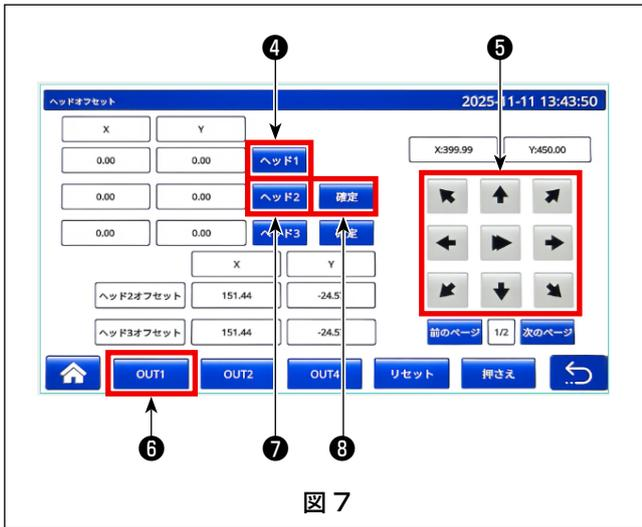

図 7
6) 「ヘッド 1」 ④を押すと、「ヘッド 1」 ④脇の X/Y の値が変動します。(図 7)